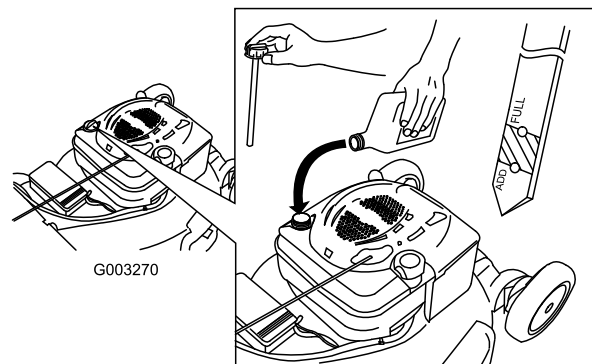

Figure 39
4. Versez de l'huile **lentement** dans le goulot de remplissage pour faire monter le niveau de liquide jusqu'au repère du plein (Full) sur la jauge (Figure 39). **Ne remplissez pas excessivement.** (Remplissage max. : 0,59 l, type : huile détergente SAE 30 de classe de service API SF, SG, SH, SJ, SL ou supérieure.)